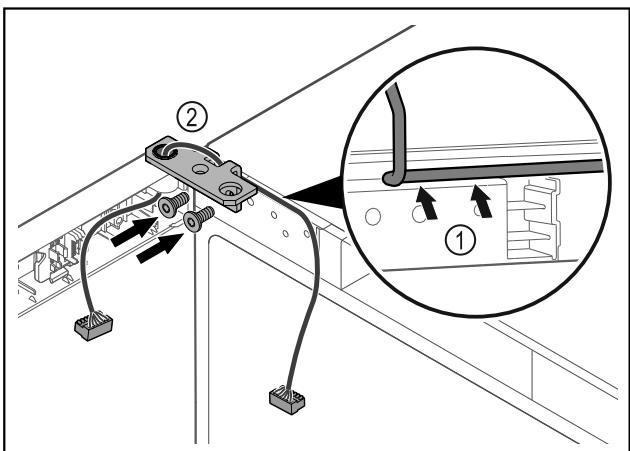

Fig. 40
- ▶ Prevlečte kábel cez vybranie uholníka závesu a opatrne ho položte Fig. 40 (1).
- ▶ Naskrutkujte uholník závesu Fig. 40 (2).